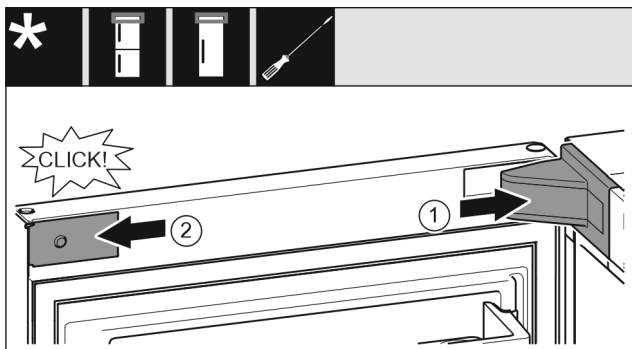

Fig. 65
- ▶ Nasadíte kryt ložiskovej konzoly Fig. 65 (1) a zaklapnete, príp. opatrne roztláčte.
- ▶ Nasadíte kryt Fig. 65 (2) z boku a zaklapnete ho.